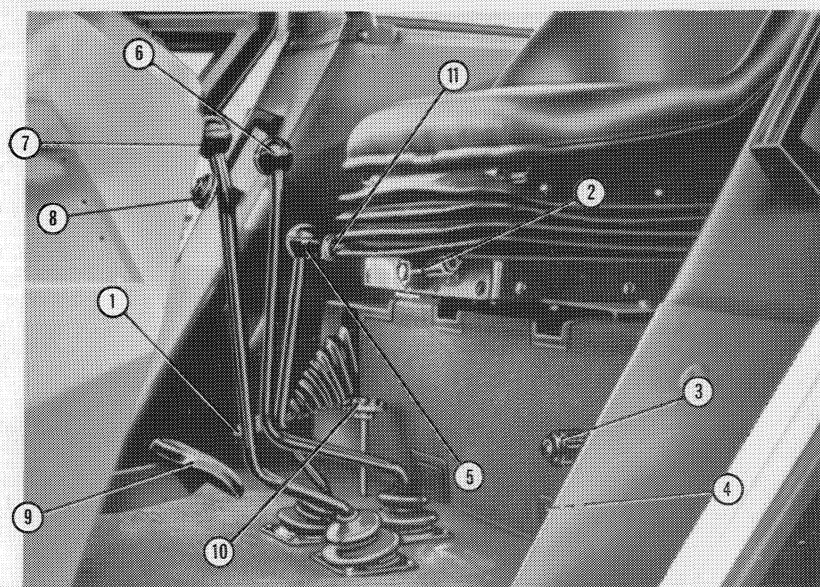

Fig. 6
- le frein à main soit tiré (1 fig. 6).
3. Pousser à fond la pédale d'embrayage (9 fig. 6).
7. Baisser le levier du frein à main (1 fig. 6)
4. Tourner la clé de l'interrupteur général sur la position 1 et tirer le frein à main (1 fig. 6).
Le frein de stationnement, complètement indépendant des freins de service, est actionné lorsqu'on tire vers le haut le levier à main correspondant (1 fig. 6).
Pour l'enclenchement de la traction (à tracteur arrêté), pousser vers gauche le levier correspondant (4 fig. 6).
- 1 Tirer à fond le levier de commande embrayage (3 fig. 6).